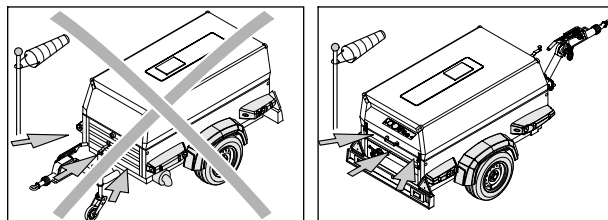

Рис. 3.4 Задняя часть компрессора против ветра
Включите стояночный тормоз, потянув вверх рукоятку стояночного тормоза (3). Установите компрессор как можно ровнее, но временно он может работать и не в горизонтальном положении, если уклон не превышает 15°. Если компрессор паркуется на наклонной плоскости, зафиксируйте его положение с помощью тормозных башмаков (поставляются как опция), установленных спереди или сзади колес. Расположите компрессор так, чтобы его задняя часть находилась против ветра (смотри рис. 3.4) и в отдалении от стен и источников загрязнения. Не допускайте рециркуляцию отработанного воздуха из двигателя. Это приводит к перегреву и снижению мощности двигателя.